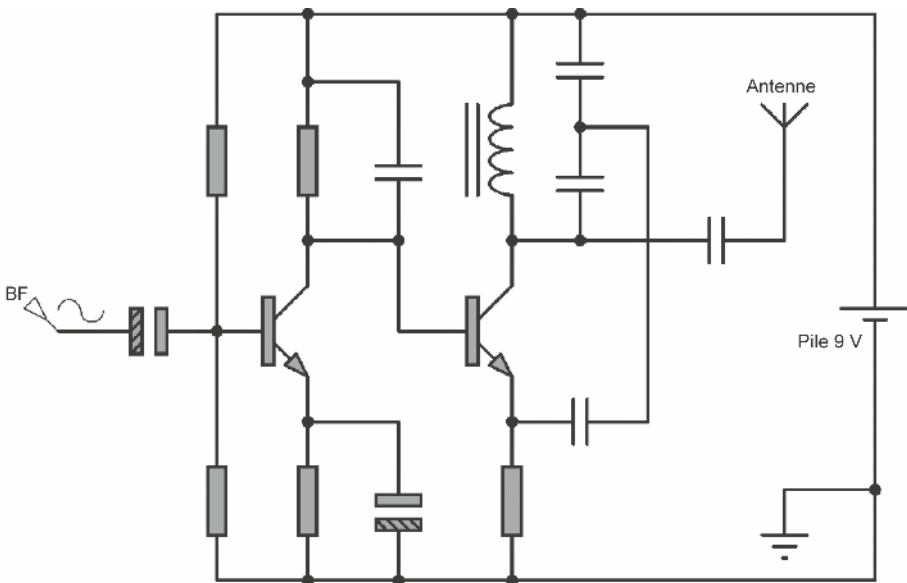

Figure 4.1
**Tentatoo** – Un *oscillateur libre* est un oscillateur qui accepte de fonctionner avec des composants simples, tels que résistances, condensateurs et selfs, et dont la fréquence de fonctionnement n'est pas imposée de manière très stricte. Dans ce genre d'oscillateur, on rencontre principalement des associations résistances-condensateurs dans le domaine des basses fréquences, et des associations selfs-condensateurs dans le domaine des hautes fréquences. C'est typiquement ce type d'oscillateur qui est utilisé pour les micro émetteurs FM tel que celui que vous avez construit, et qui devait sans doute ressembler un peu au schéma donné en **figure 4.1**, où le premier transistor est monté en amplificateur BF et le second en oscillateur RF.